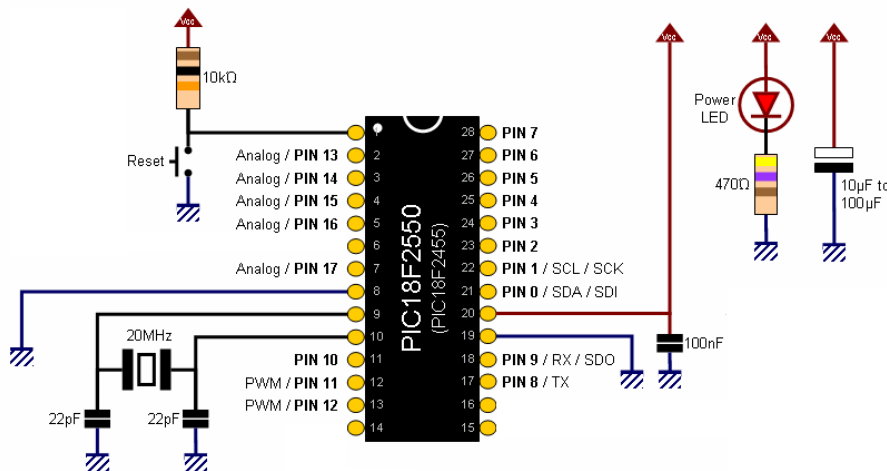

Figura 1.
1. **(5 pts)** Realice el montaje de la *Figura 1* en una protoboard.
3. **(2 pts)** Agregue adecuadamente al montaje de la *Figura 1* un LED en uno de los pines disponibles del puerto A del microcontrolador. ¿Este pin debe configurarse como una entrada o una salida?
4. **(2 pts)** Agregue adecuadamente al montaje de la *Figura 1* un pulsador en uno de los pines disponibles del puerto B del microcontrolador. ¿Este pin debe configurarse como una entrada o una salida?